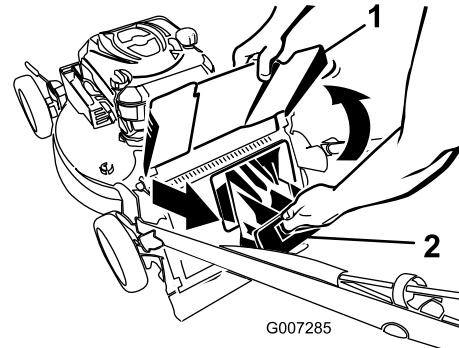

Bild 32
1. Heben Sie das Auswurfablenklech an und halten es hoch (Bild 32).